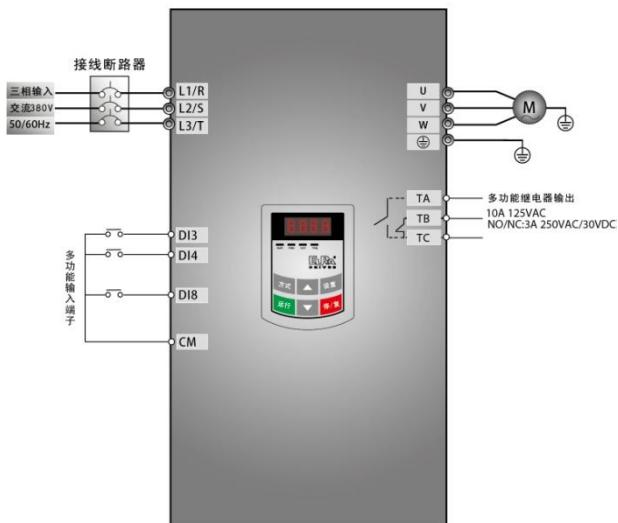

图 5-2 接线图 2
- (1) 按图 5-2 配线，检查接线正确后，合上空气开关，变频器上电；
- (1) 按图5-2配线，检查接线正确后，合上空气开关，变频器上电；
- (2) 按方式键，进入编程菜单；
- (3) 进行电机参数测量；操作步骤与例1完全相同。
- (4) 设置变频器的功能参数；